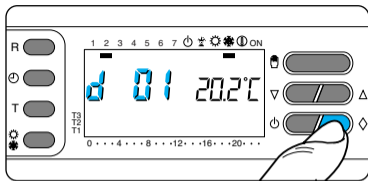

Fig. 31
**5.7** - Premere due volte il pulsante  $\diamond$  (fig. 31).